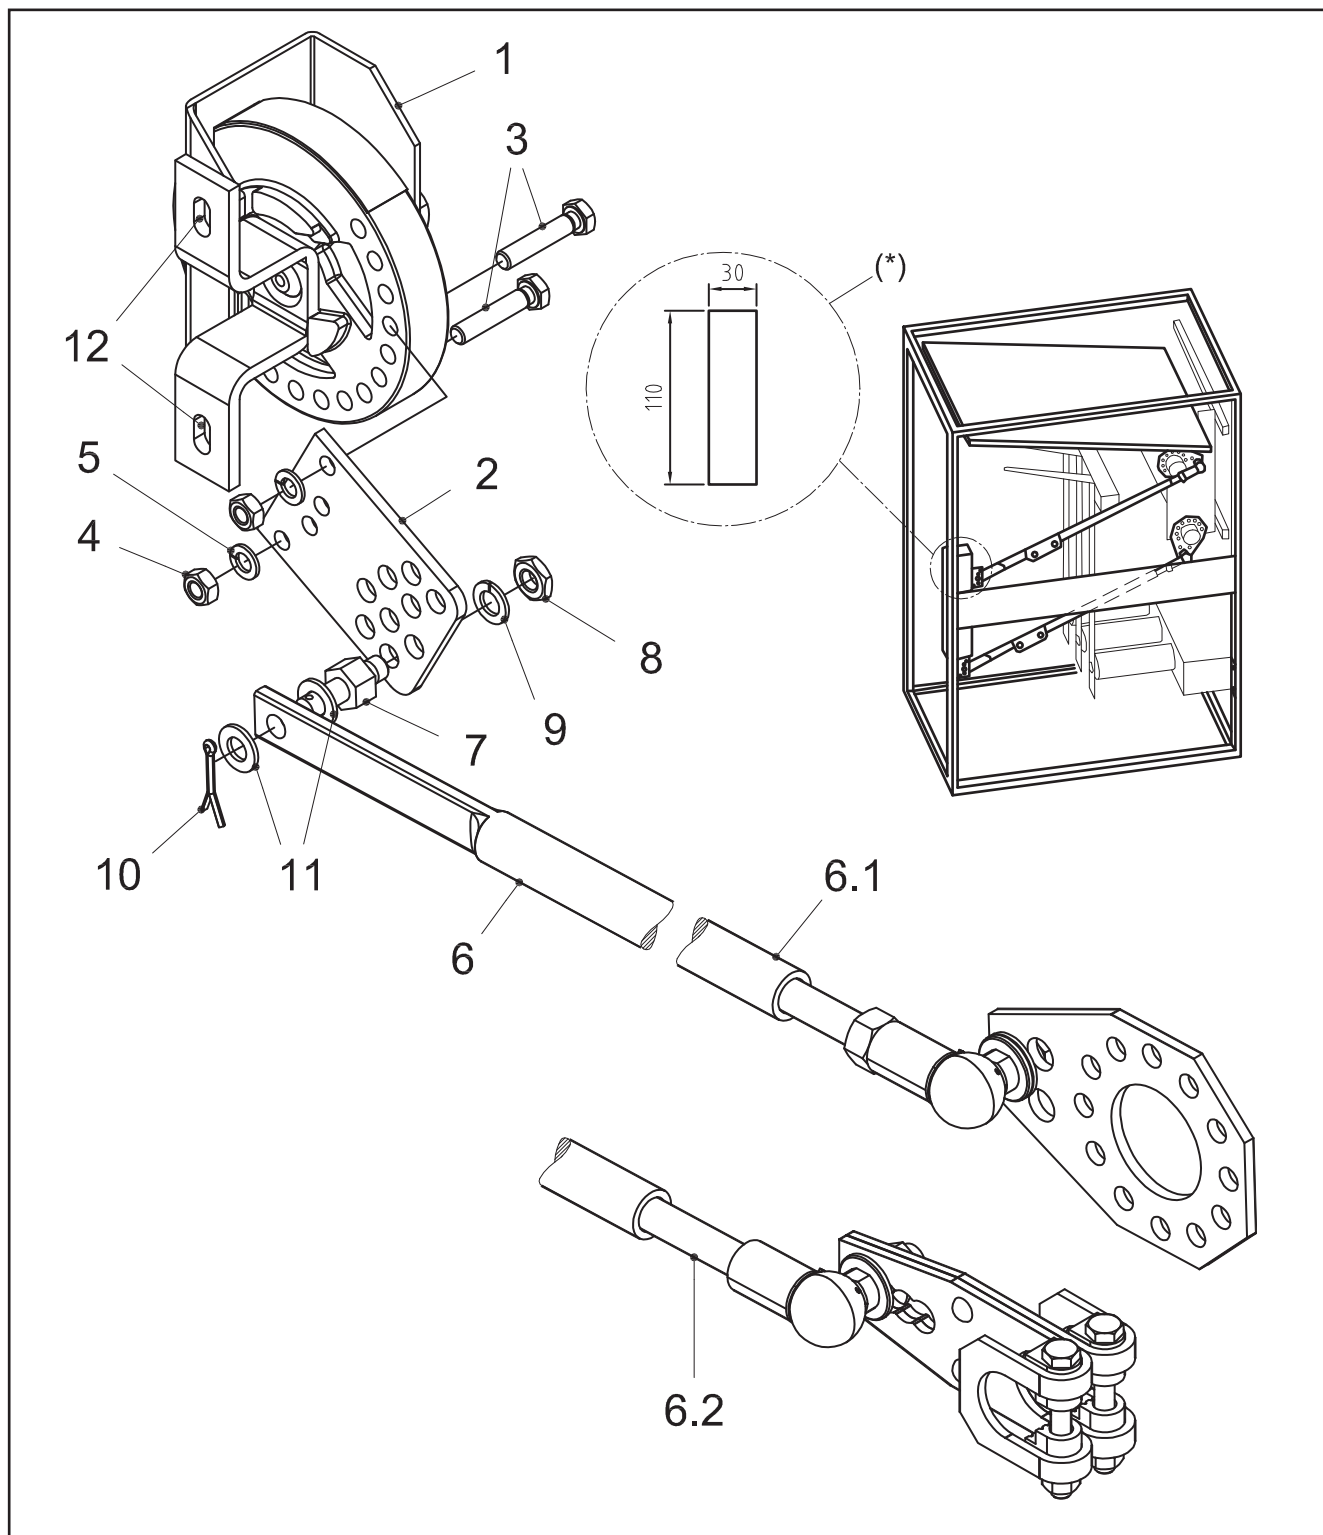
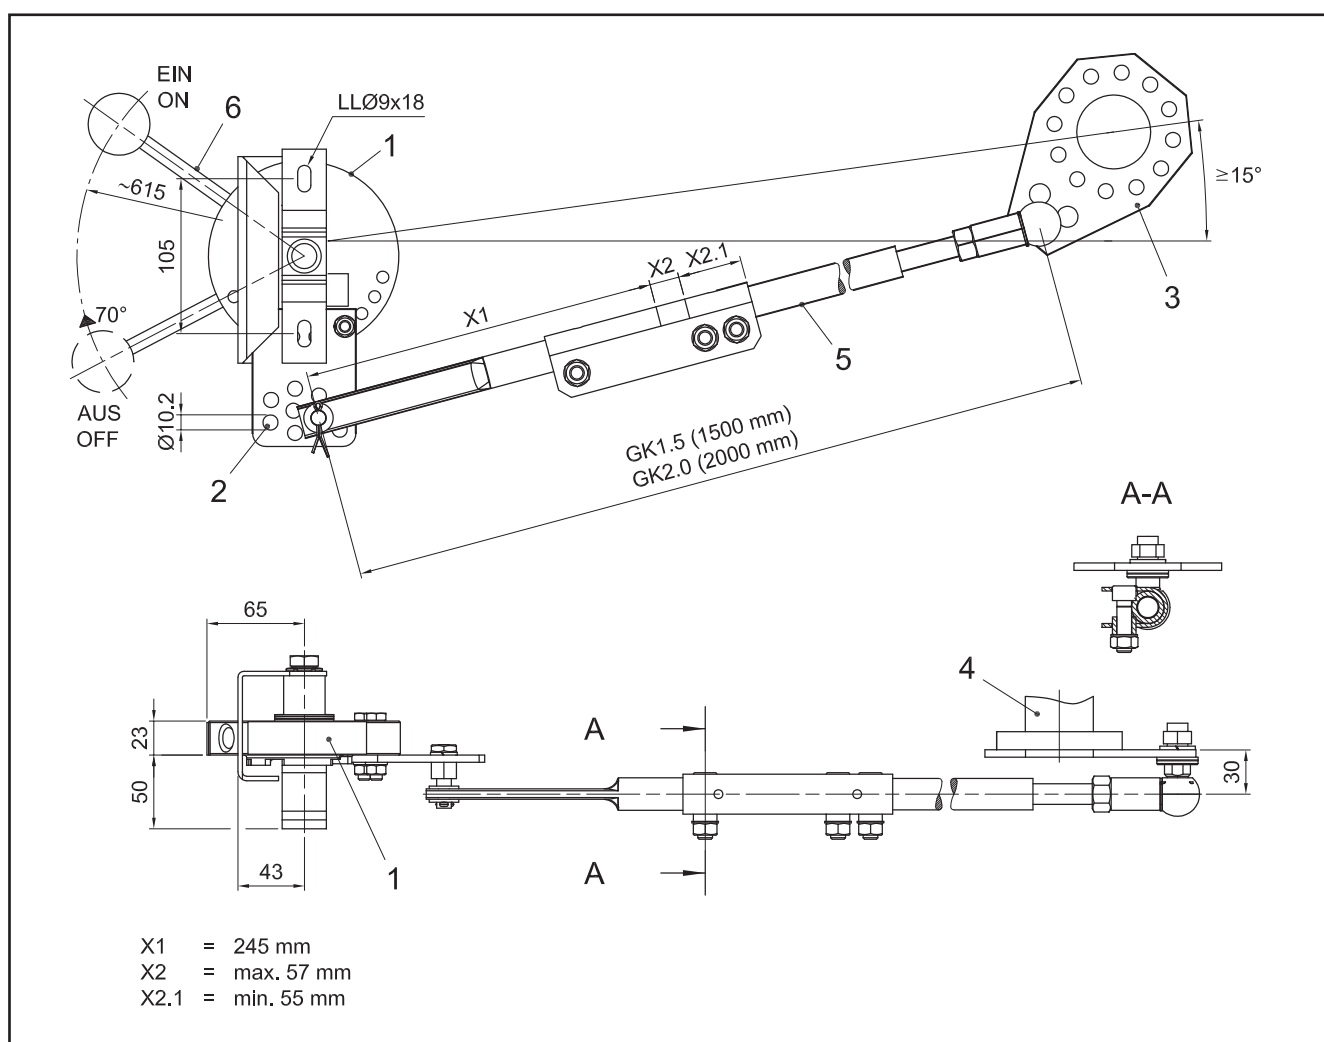

Рис. 9.4
Рис. 9.5
Шайбный привод EMS и штанга GK/GT состоят из отдельных частей согласно рис. 9.4.
Управление шайбными приводами EMS производится при помощи рычага SH 50 (рис. 9.5/6). Рычаг SH 50 вставляется в отверстие выступающей части шайбного привода.
**1.** Подготовить вырез для шайбы привода (рис. 9.4/(\*)). Установить выключатель и шайбный привод в ячейку (рис 9.5/1).
В зависимости от конструкции ячейки возможны другие углы в элементах привода, чем представленные на рис. 9.5.
Однако должен быть выдержан угол минимум в  $15^\circ$  между средней осью шайбного привода (рис. 9.5/1) и средней осью шайбы с отверстием (рис. 9.5/4) выключателя нагрузки.
**4.** Смонтировать пластину с отверстиями (рис. 9.5/2) к шайбному приводу (рис. 9.5/1) при помощи двух болтов М8х40 (рис. 9.4/3), гаек (рис. 9.4/4) и гроверных шайб (рис. 9.4/5) в вертикальном положении к фронту ячейки. Шайбный привод
**5.** Привернуть плоский рычаг с отверстиями (рис. 9.5/3) к шайбе с отверстиями на выключателе (рис. 9.5/4) под углом порядка  $45^\circ$ .
**6.** Укоротить штангу (рис. 9.5/5) на необходимую длину. Шайбный привод должен находиться в положении „ВКЛ“.
Соблюдайте минимальное перекрытие деталей (рис. 9.5/размер X2.1). Выполнить повторно клеммное соединение в соответствии с разрезом А-А (рис. 9.5).
**7.** Привернуть штангу со стороны сферической головкой к среднему отверстию плоской части рычага (рис. 9.5/3)
**8.** В конечном положении „ВКЛ“ вернуть штангу к одному из отверстий (желательно средний ряд отверстий) в пластине (рис. 9.5/2).
Находится шайбный привод уже в конечном положении, а шайба с отверстиями не дошла до упора, существует опасность обратного удара от незафиксированной включающей пружины при попытке включения выключателя. В этом случае должна быть укорочена штанга привода при помощи сдвига в месте соединения половинок штанг. Если это невозможно, то следует сместить точку болтового крепления на шайбе с отверстиями (рис. 9.5/2). Настройка привода выключателя нагрузки выполняется на заводе-изготовителе и все болтовые соединения зафиксированы цветным лаком. Точная настройка шайбного привода выполняется вкручиванием / выкручиванием сферической головки штанги GK/GT.
**1.** Выполнить вырез в ячейке для установки шайбного привода (рис. 9.4/(\*)). Встроить выключатель и шайбный привод (рис. 9.5/1) в ячейку.
В зависимости от конструкции ячейки возможны другие углы или точки установки, чем представленные на рис. 9.5.
Однако должен соблюдаться угол минимум в 15° между средней осью шайбного привода (рис. 9.5/1) и средней осью шайбы с отверстиями выключателя (рис. 9.5/4).
**3.** Смонтировать пластину с отверстиями (рис. 9.5/2) к шайбному приводу (9.5/1) при помощи двух болтов М8х40 (рис. 9.4/3), гаек (рис. 9.4/4) и гроверных шайб (рис. 9.4/5) в вертикальном положении к фронту ячейки. Шайбный привод должен находиться в положении „ВКЛ“.
**4.** Привернуть плоский рычаг с отверстиями (рис. 9.5/3) к шайбе с отверстиями на выключателе (рис. 9.5/4) под углом порядка 45°.
**5.** Укоротить штангу (рис. 9.5/5) на необходимую длину. Шайбный привод должен находиться в положении „ВКЛ“.
Соблюдать минимальное перекрытие (рис. 9.5/размер Х2.1). Восстановить зажимное соединение согласно разрезу А-А (рис. 9.5).
**6.** Привернуть сферическую головку штанги (рис. 9.5/5) к среднему отверстию шайбы с отверстиями (рис. 9.5/3).
**7.** В конечном положении „ВКЛ“ шайбного привода привернуть штангу к одному из отверстий шайбы (рис. 9.5/2).
**10.** Если невозможно соблюсти единство размеров, как описано ранее, то необходимо попытаться отъюстировать штангу заново или выбрать другое отверстие в шайбе с отверстиями (рис. 9.5/2).
Удлинить штангу (рис. 9.5/5) при помощи раздвижения телескопического соединения (рис. 9.5/ соблюдайте размер X2.1!). Если данное мероприятие не достаточно, то смещением болтового крепления на пластине с отверстиями (рис. 9.5/2) на нижний ряд отверстий можно удлинить рабочий путь шайбы с
- Расстояние между управляющим штифтом и шайбы с отверстиями в положении „ОТКЛ“ слишком большое: укоротите штангу (рис. 9.5/5) через телескопическое соединение в середине штанги.
Штанга GT (рис. 9.4/6.2) отличается от штанги GK (рис. 9.4/6.1) способом присоединения к основному валу.